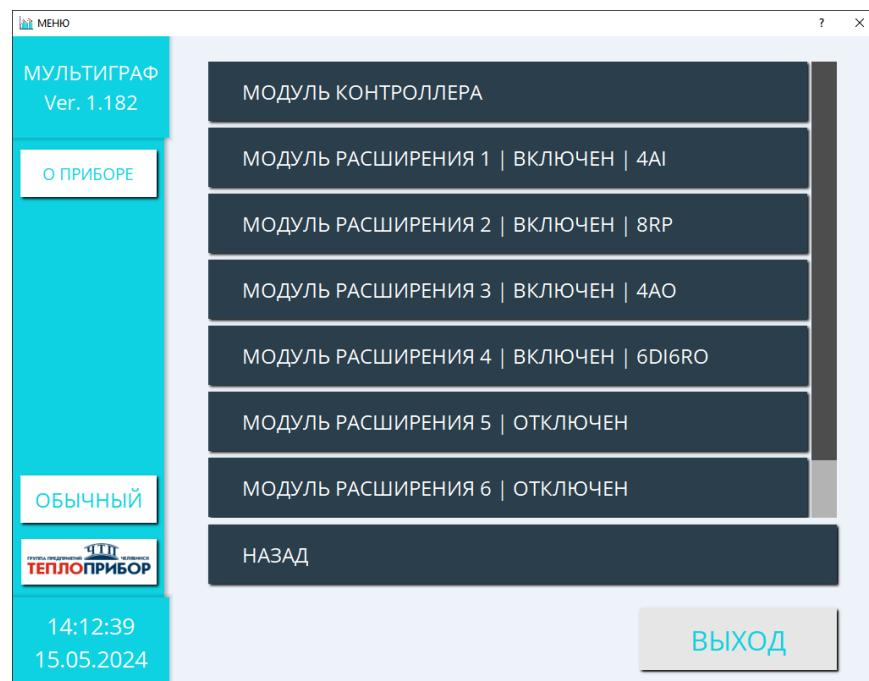

Рисунок 2.62 – Список используемых слотов
2.4.4.3.3 «СВЕДЕНИЯ О ПРИБОРЕ». Содержит в себе информацию о всех включенных модулях расширения и их внутренние сведения. Нумерация модулей соответствует нумерации слотов на задней крышке корпуса (рис. 2.62).